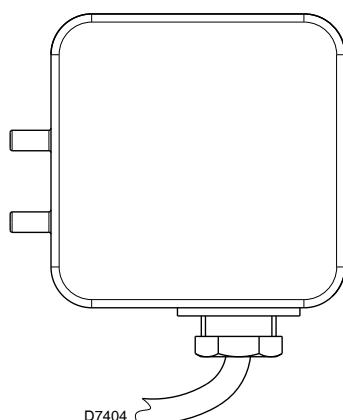

图 20
- ▶ 调节风压开关（图 20）到量程的起始位置。
应在完成所有上述燃烧器调节后再调节风压开关（图 20），此时风压开关应设定在量程的起始位置。